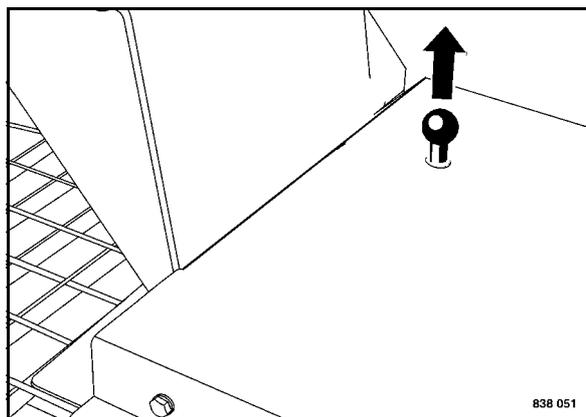

Fig. 91
- Se necessario, sbloccare il fermo e girare il sedile di guida nella direzione desiderata (Fig. 91).